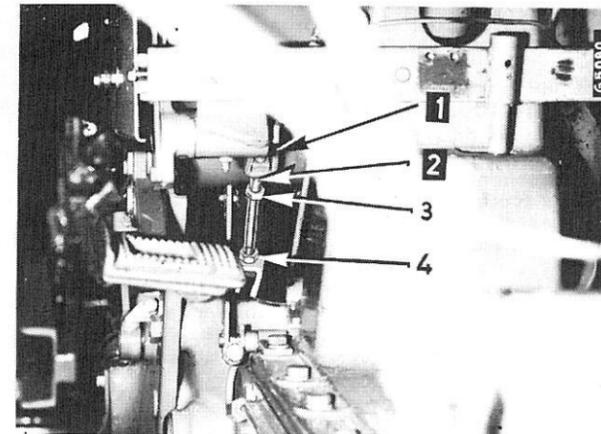

Fig. 80
Desserrez les contre-écrous (2 et 4) Fig. 80 sur les deux chapes et allongez la tringle (3) en la dévissant jusqu'à ce que la course libre du levier soit correcte. Resserrez à fond les contre-écrous (2 et 4).